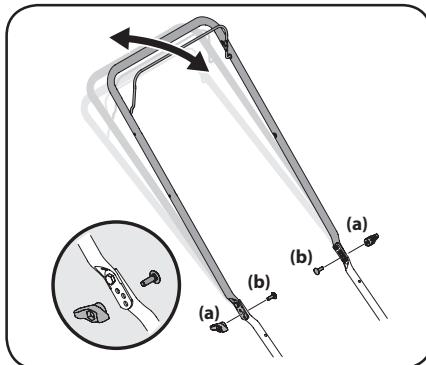

Figura 2-13
- Retire las perillas de aleta (a) y los pernos de carro (b) de la manija. Consulte la Figura 2-13.
- Coloque la manija en una de las tres posiciones que sea más cómoda. Consulte la Figura 2-13.